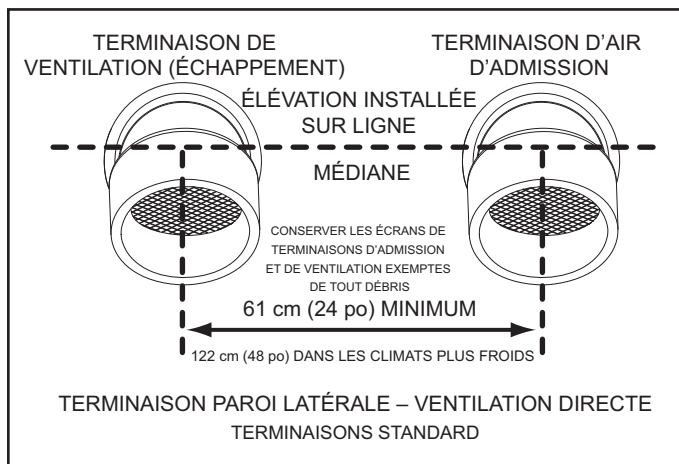

Figure 25
- Pour installer une terminaison d'entrée d'air et une de ventilation dans une configuration de ventilation directe à travers une paroi latérale, il doit y avoir une séparation minimum de 61 cm (24 po), mesurée sur la ligne médiane verticale, entre les terminaisons d'entrée d'air et de ventilation, voir la Figure 25.
- Pour installer les terminaisons d'entrée d'air et de ventilation dans une configuration de ventilation directe à travers une paroi latérale, les terminaisons d'entrée d'air et de ventilation doivent être installées à la même élévation mesurée sur la ligne médiane horizontale - voir la Figure 25.
Toutefois, la distance entre les terminaisons de ventilation et d'entrée d'air les plus proches doit être d'un minimum de 61 cm (24 po). Dans les climats plus froids, cette séparation doit être augmentée d'au moins 122 cm (48 po). Voir Figure 25.